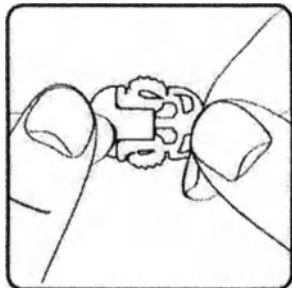

Рис.59.
2. Соедините разъемы компонента введения и удлинителя катетера (Рис.59).